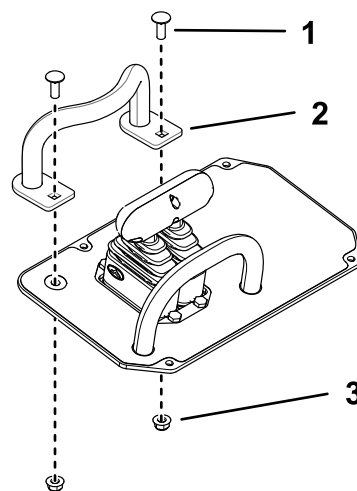

Рисунок 23
4. Закрепите новую рукоятку с помощью 2 болтов и 2 гаек (Рисунок 23).